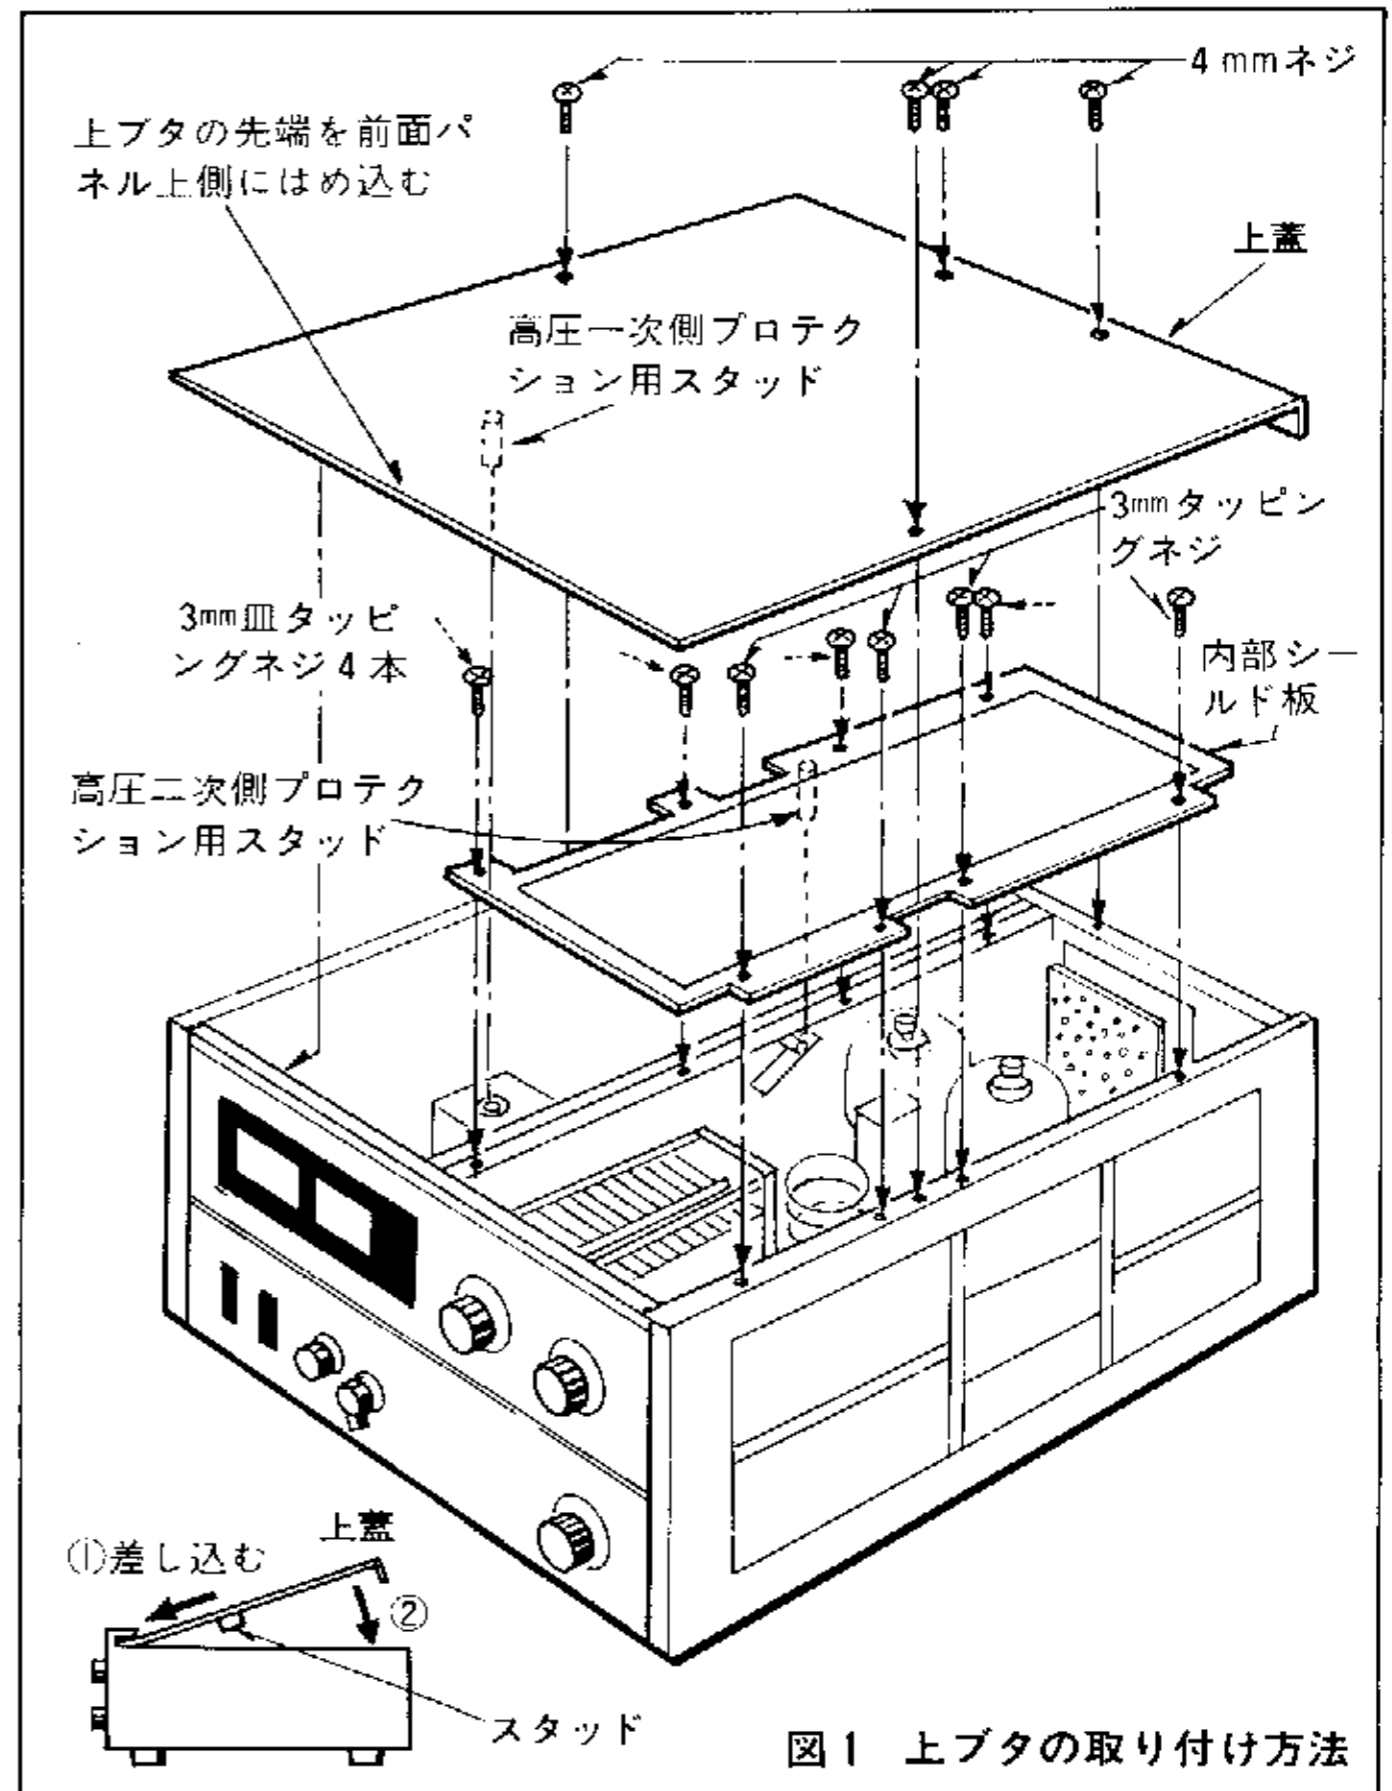

図1 上ブタの取り付け方法
- ① ⊕ドライバーでケース上蓋 (4mmネジ4本), 真空管側の内部シールド板 (3mmタッピングネジ, 皿タッピングネジ各4本) (図1参照) を取りはずす。
ケース上蓋は、先端を前面パネル上側の縁に1mm程度差し込んだ後、取り付けます。この場合もプロテクション用スタッド(高圧一次側)が取り付けられていますので、図1のようにプロテクション用スタッドが確実にマイクロスイッチに当るよう取り付けして下さい。(図1参照)